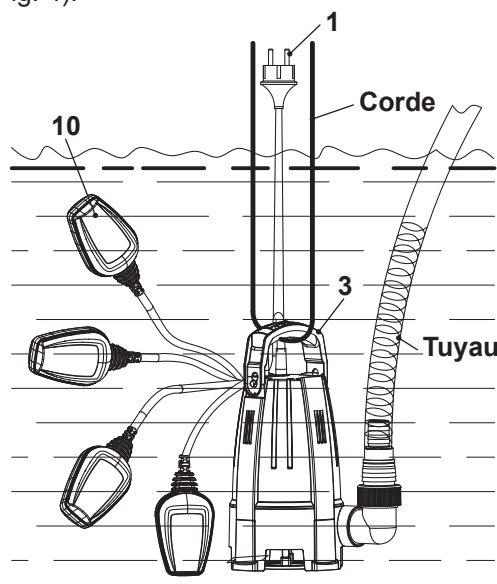

Fig. 4
4. Attachez une corde à la poignée de transport (3) et immergez soigneusement le produit dans le réservoir d'eau (Fig. 4).